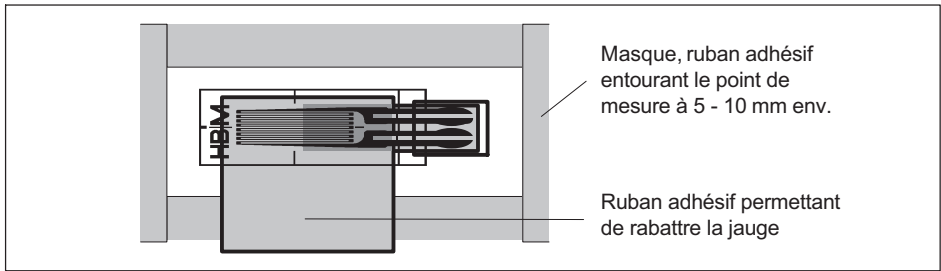

Fig. 5.4 Préparation du point d'installation de la jauge
- ▶ Placez un ruban adhésif tout autour de la surface d'installation en observant un écart de 5 à 10 mm (voir Fig. 5.4).